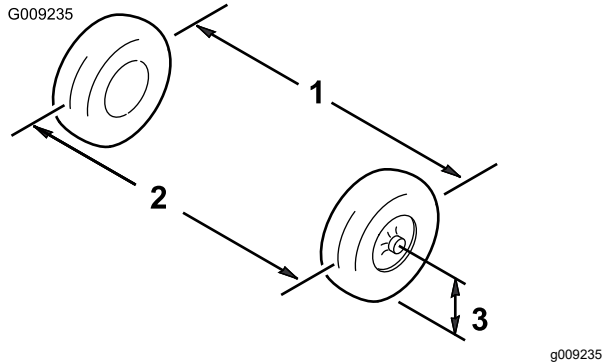

图 57
1. 以轮轴的高度为标准、分别测出两个前轮的轮前距离和轮后距离 (图 57)。